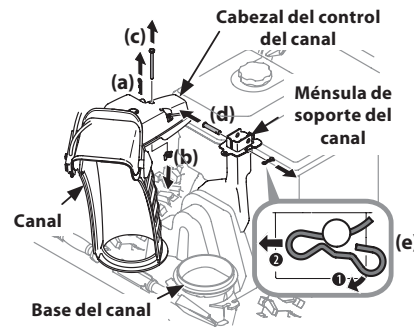

Figura 2-13
1. Retire el sujetador de horquilla (a), la tuerca de mariposa (b) y el tornillo hexagonal (c) del cabezal de control del canal, y el pasador de horquilla (d) y el pasador de chaveta con unión curva (e) de la ménsula de soporte del canal. Consulte Figura 2-13.